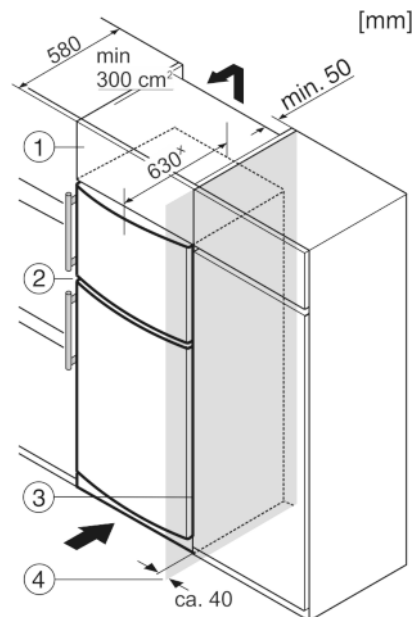

Fig. 9
Het apparaat *Fig. 9 (2)* kan worden ingebouwd in de keuken. Om het apparaat aan de hoogte van het keukenblok aan te passen, kunt u er een passende opbouwkast *Fig. 9 (1)* op plaatsen.
Bij een ombouw met keukenkasten (diepte max. 580 mm) kan het apparaat direct naast de keukenkast *Fig. 9 (3)* worden geplaatst. Het apparaat steekt aan de zijkant 34 mm\* en in het midden 50 mm\* uit ten opzichte van het keukenkastfront.
Plaatst u het apparaat met de scharnierkant naast een muur *Fig. 9 (4)*, dan moet de afstand tussen apparaat en muur minstens 40 mm bedragen. Dit in verband met het uitsteken van de deurgreep bij een geopende deur.